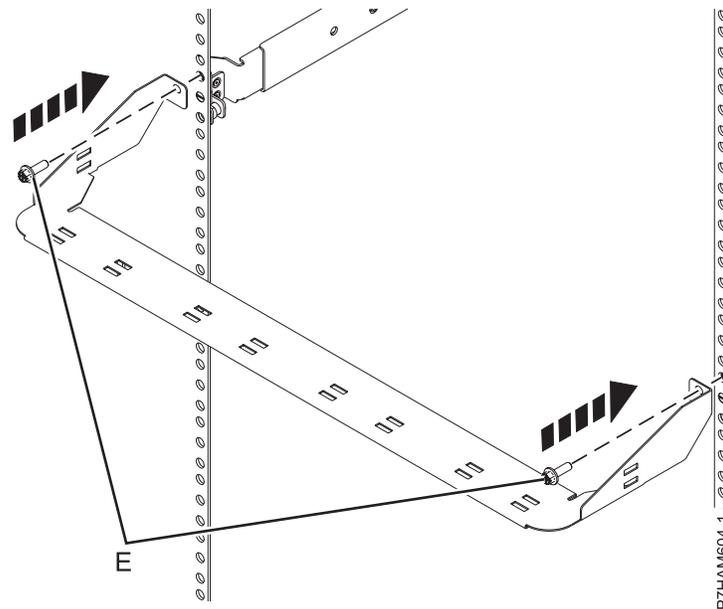

Abbildung 11. Kabelführung montieren
- h. Halten Sie an der Rückseite des Racks die Kabelführung so an die hinteren Rackflansche, dass ihre Bohrungen an den oberen EIA-Bohrungen ausgerichtet sind (siehe Abb. 11). Führen Sie die 5-mm-Schrauben (E) durch die Bohrungen der Halterung in die oberen EIA-Bohrungen an den Rackflanschen.
**Vorsicht:** Für eine sichere Befestigung der Schienen müssen die 5-mm-Schrauben (E) auch dann an den angegebenen EIA-Positionen angebracht werden, wenn Sie die Kabelführung nicht montieren.